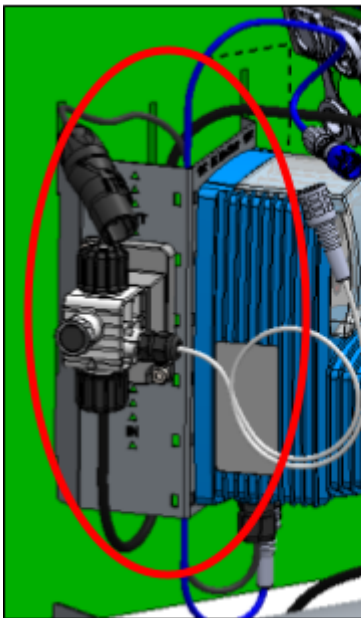

Abbildung 27.
- Schieben Sie die Pumpenplatine vorsichtig in die dafür vorgesehenen Schlitze auf der Wandplatine und lassen Sie sie dann gerade nach unten sinken, bis sie fest sitzt. Siehe Abbildung 27 und 28.
Die richtige Position der Kabel entnehmen Sie bitte Abbildung 27.